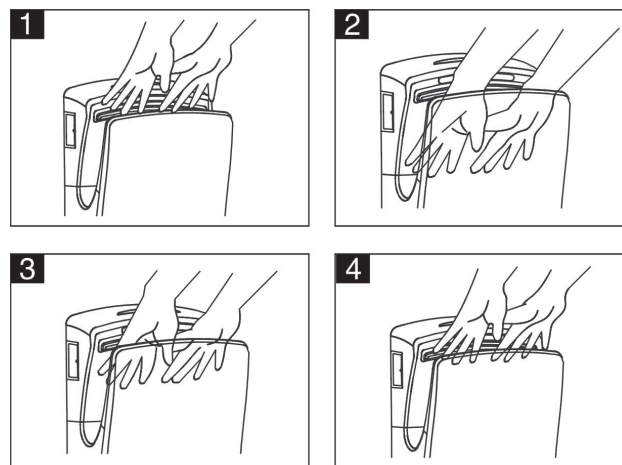

Abb.6
- Hände in die Öffnung legen (siehe Abb.6).